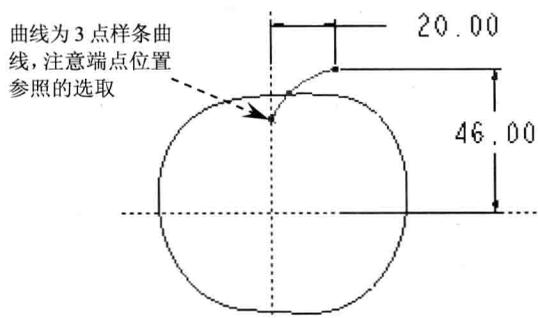

图 1-5 绘制扫描混合轨迹
(3) 在 FRONT 面上绘制扫描混合轨迹，如图 1-5 所示。